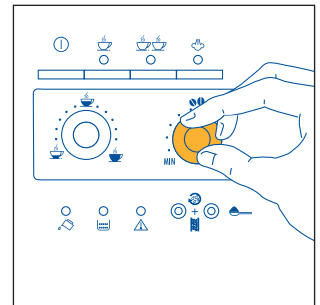
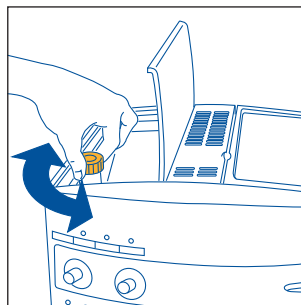

Fig.7
Fig. 17
- 2) Regule el mando derecho (fig.7) para configurar el gusto deseado del café. Cuanto más lo gire hacia la derecha, mayor será la cantidad de granos de café que la máquina molerá y, por consiguiente, el gusto del café será más fuerte. La primera vez que se use la cafetera habrá que hacer varios cafés hasta encontrar la posición correcta del mando. Procure no girar totalmente hacia la derecha el mando porque el café podría salir muy lentamente (a gotas), especialmente cuando se desean servir dos tazas de café.
NOTA 1: si el café sale en gotas o no sale, hay que girar el regulador del molido (fig. 17) una posición hacia la derecha (véase § 6). Proceda moviéndolo a una posición por vez hasta obtener una erogación satisfactoria.
NOTA 2: si el café sale muy rápido y la crema no le satisface, gire un poco el regulador derecho (fig. 7) hacia la derecha. Haga varios cafés para determinar la posición correcta del regulador. No gire mucho hacia la derecha porque el café podría salir muy lentamente (a gotas), especialmente cuando se desean hacer dos tazas de café. Si después de algunos cafés no obtiene una crema que le satisfaga, gire también el regulador del molido (fig.17) una posición hacia la izquierda (véase § 6).
Para resolver este inconveniente es necesario regular el molido del molinillo girando el regulador (fig.17) una posición hacia la izquierda (tal como descrito en el cap. 6).